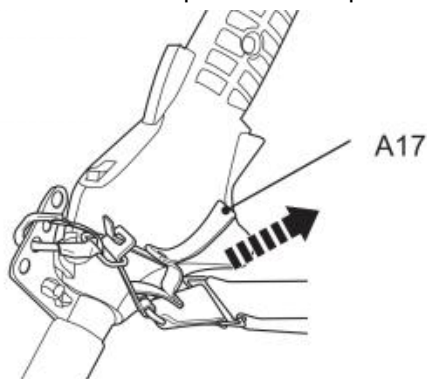

Fig. 34
5. En cas d'urgence, tenez la poignée avant (A27) de la main gauche et tirez sur la corde (A17) de la main droite (Fig. 34). La barre de verrouillage métallique se libérera automatiquement du clip de fixation sous le poids du produit.